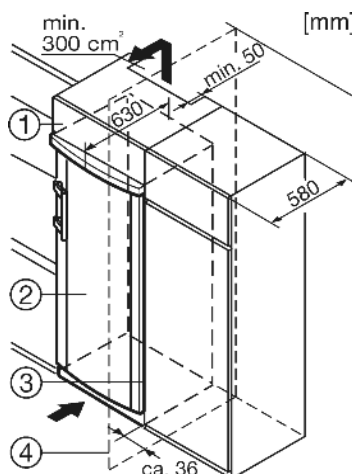

Fig. 8
- (1) Mobile da appoggio
- (2) Apparecchio
- (3) Mobile da cucina
- (4) Parete
L'apparecchio può essere incassato nell'arredamento per la cucina. Per adattare l'apparecchio Fig. 8 (2) all'altezza della cucina componibile, è possibile applicare sopra l'apparecchio un adeguato mobile da appoggio Fig. 8 (1).
Nell'incasso con mobili da cucina a norma (profondità max. 580 mm) l'apparecchio può essere installato direttamente accanto al mobile da cucina Fig. 8 (3). La porta dell'apparecchio sporge di lato 34 mm e al centro dell'apparecchio 50 mm rispetto alla parte anteriore del mobile da cucina. Questo consente una perfetta apertura e chiusura.
Se l'apparecchio con cerniere viene installato accanto ad una parete Fig. 8 (4), la distanza minima fra l'apparecchio e la parete deve essere almeno di 36 mm che corrisponde alla sporgenza della maniglia con la porta aperta.